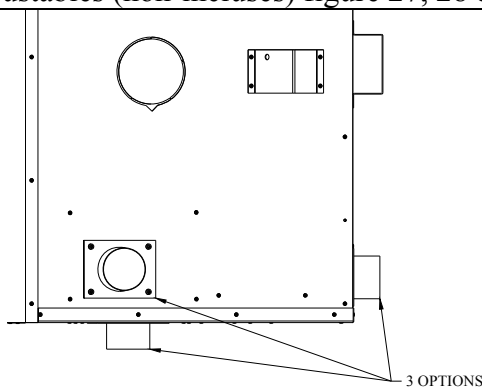
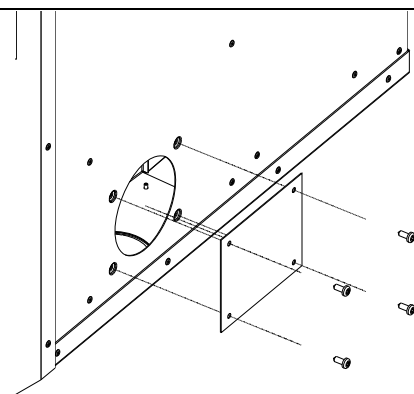

Figure 30
Figure 31
- 3) Sélectionnez l'entrée d'air que vous voulez utiliser figure 30 (vous pouvez utiliser plus d'une entrée) et enlevez le couvercle pour le côté (figure 31) ou coupez les micro-joints qui retiennent les emporte-pièces à l'arrière et le dessous si vous utilisez celles-ci.